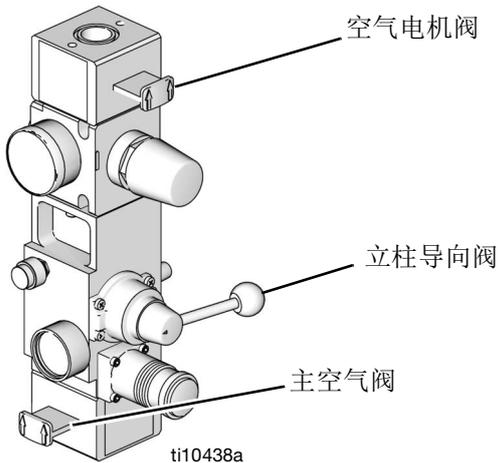

图 3
2. 对于 **D200s、D200、D60 和 S20 空气控制器**：参见图 3。
- c. 上下轻推导向阀，放出活塞气缸中的空气。参见图 3。